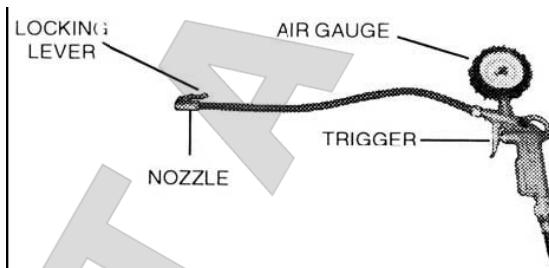

рис.4
5) Нажмите на спусковой крючок на пистолете накачки для выпуска воздуха из наконечника шланга(рис.4).
- 2) Чтобы накачать шину, вставьте наконечник пистолета для накачки (см. рис.4) в сосок шины при положении запирающего рычажка «UP» («Вверх»). Убедитесь, что сопло плотно обхватывает сосок.